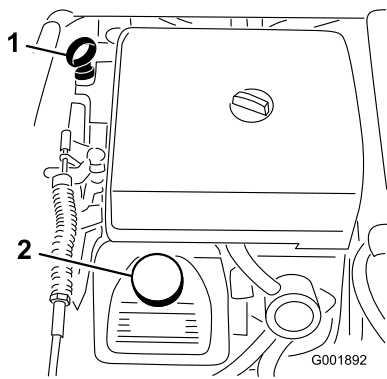

Bild 49
- Nehmen Sie den Peilstab heraus und wischen Sie ihn mit einem sauberen Lappen ab (Bild 49). Stecken Sie den Peilstab in das Rohr und stellen Sie sicher, dass er vollständig eingeführt ist. Nehmen Sie den Peilstab heraus und prüfen Sie den Ölstand.
3. Wenn der Ölstand niedrig ist, nehmen Sie den Deckel des Einfüllstutzens von der Ventilabdeckung ab (Bild 49) und füllen Sie Öl auf, bis der Ölstand die Vollmarke am Peilstab erreicht. Gießen Sie Öl langsam ein und prüfen Sie den Ölstand häufig während des Füllens. Füllen Sie nicht zu viel ein.
8. Gießen Sie ungefähr 80 % der angegebenen Ölmenge langsam in den Öleinfüllstutzen (Bild 49).